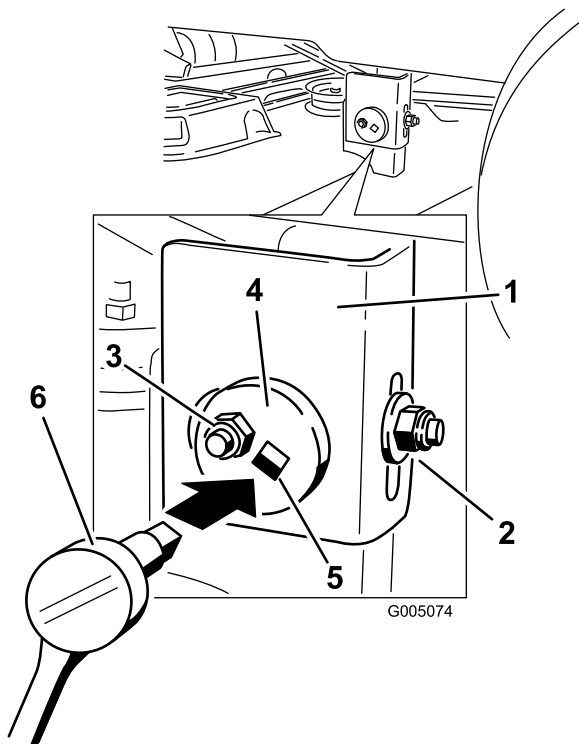

Figure 52
- Passez au côté gauche de la machine. Desserrez sans le retirer, l'écrou de blocage arrière sur le support (Figure 52).
- Desserrez l'écrou de blocage latéral sur le support jusqu'à ce qu'il soit possible d'ajuster la plaque excentrique (Figure 52). Utilisez une clé à douille munie d'une rallonge de 9,5 mm (3/8") pour manipuler la plaque excentrique. Utilisez la clé pour repositionner le plateau de coupe à la hauteur voulue.
- Arrêtez le plateau de coupe et vérifiez sa hauteur, puis serrez l'écrou de blocage latéral sur le support pour fixer cette nouvelle position (Figure 52). Serrez l'écrou de blocage arrière sur le support.